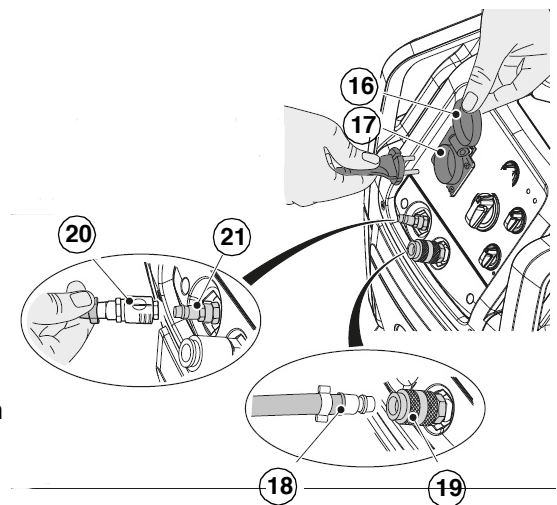

Abb.5-3: Anschluss der Werkzeuge
- Die Abdeckung (Pos. 16, Abb. 5-3) anheben und den Stecker des Elektrowerkzeugs in die Steckdose (Pos. 17, Abb. 5-3) am Kopf des Staubsaugers stecken (max. zulässige Leistung: 1700 - 2400 W).
- Den Schlauch (Pos. 18, Abb. 5-3) des Druckluftwerkzeugs mit dem entsprechenden Anschluss (Pos. 19, Abb. 5-3) am Kopf des Staubsaugers verbinden.
- Die pneumatische Versorgungsleitung (Pos. 20, Abb. 5-3) an den Anschluss (Pos. 21, Abb. 5-3) am Kopf des Staubsaugers anschließen (max. zulässiger Druck 10 bar).